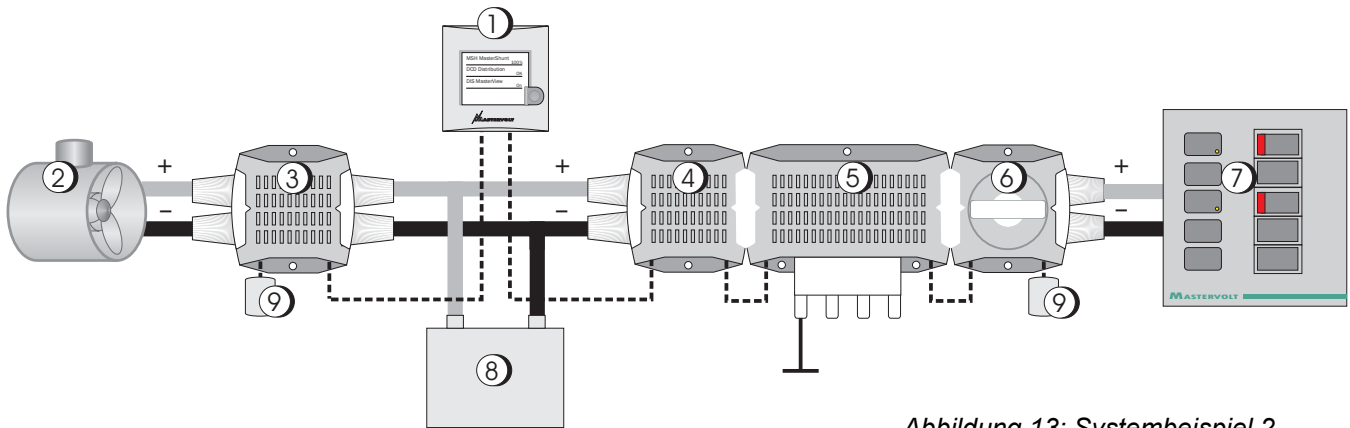

Abbildung 13: Systembeispiel 2
MasterShunts werden dann parallel zur Batterie konfiguriert. In Abbildung 13 sehen Sie die Parallelkonfiguration von zwei MasterShunts (3) und (4) und weitere Produkte.